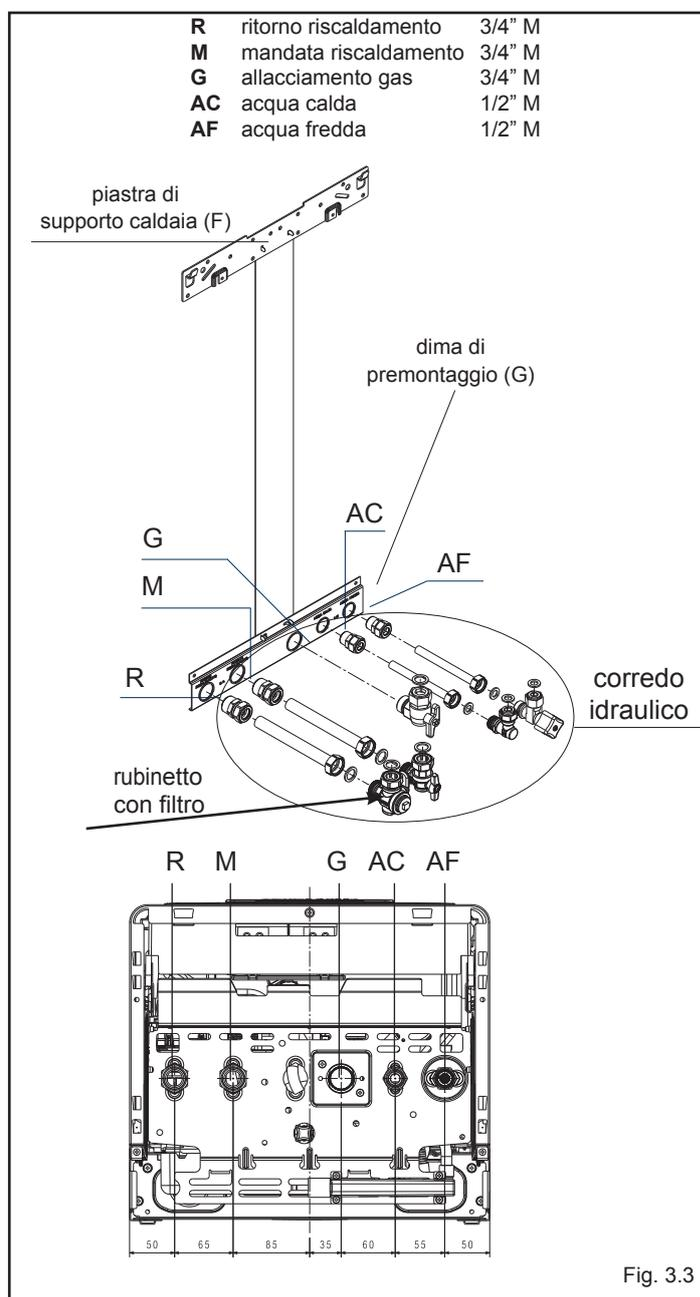

Fig. 3.3
La caldaia è fornita di serie con piastra di supporto caldaia con dima di premontaggio integrata (fig. 3.3). La posizione e la dimensione degli attacchi idraulici sono riportate nel dettaglio.
- fissare la piastra di supporto caldaia (F) con dima di premontaggio (G) alla parete e con l'aiuto di una livella a bolla d'aria controllare che siano perfettamente orizzontali
- tracciare i 4 fori (Ø 6 mm) previsti per il fissaggio della piastra di supporto caldaia (F) e i 2 fori (Ø 4 mm) per il fissaggio della dima di premontaggio (G)
- montare il corredo idraulico: rubinetti, raccordi, rampe rettilinee (da accorciare ove necessario), dadi e guarnizioni (fig. 3.3)